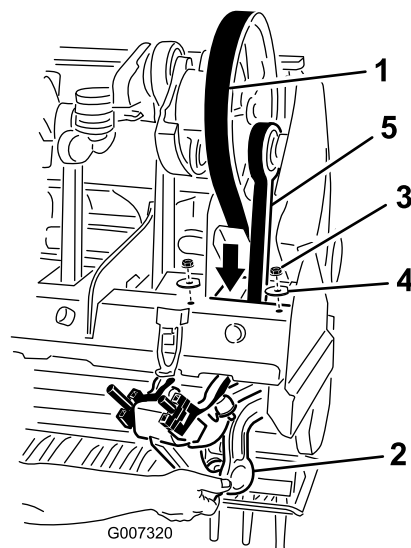

Figura 39
5. Allentate e togliete i 2 dadi di bloccaggio e le rondelle che fissano l'ammortizzatore Rotalink per il braccio del gruppo di pressione n. 1 (Figura 39).
inferiore del braccio del gruppo di pressione n. 1 (Figura 39).